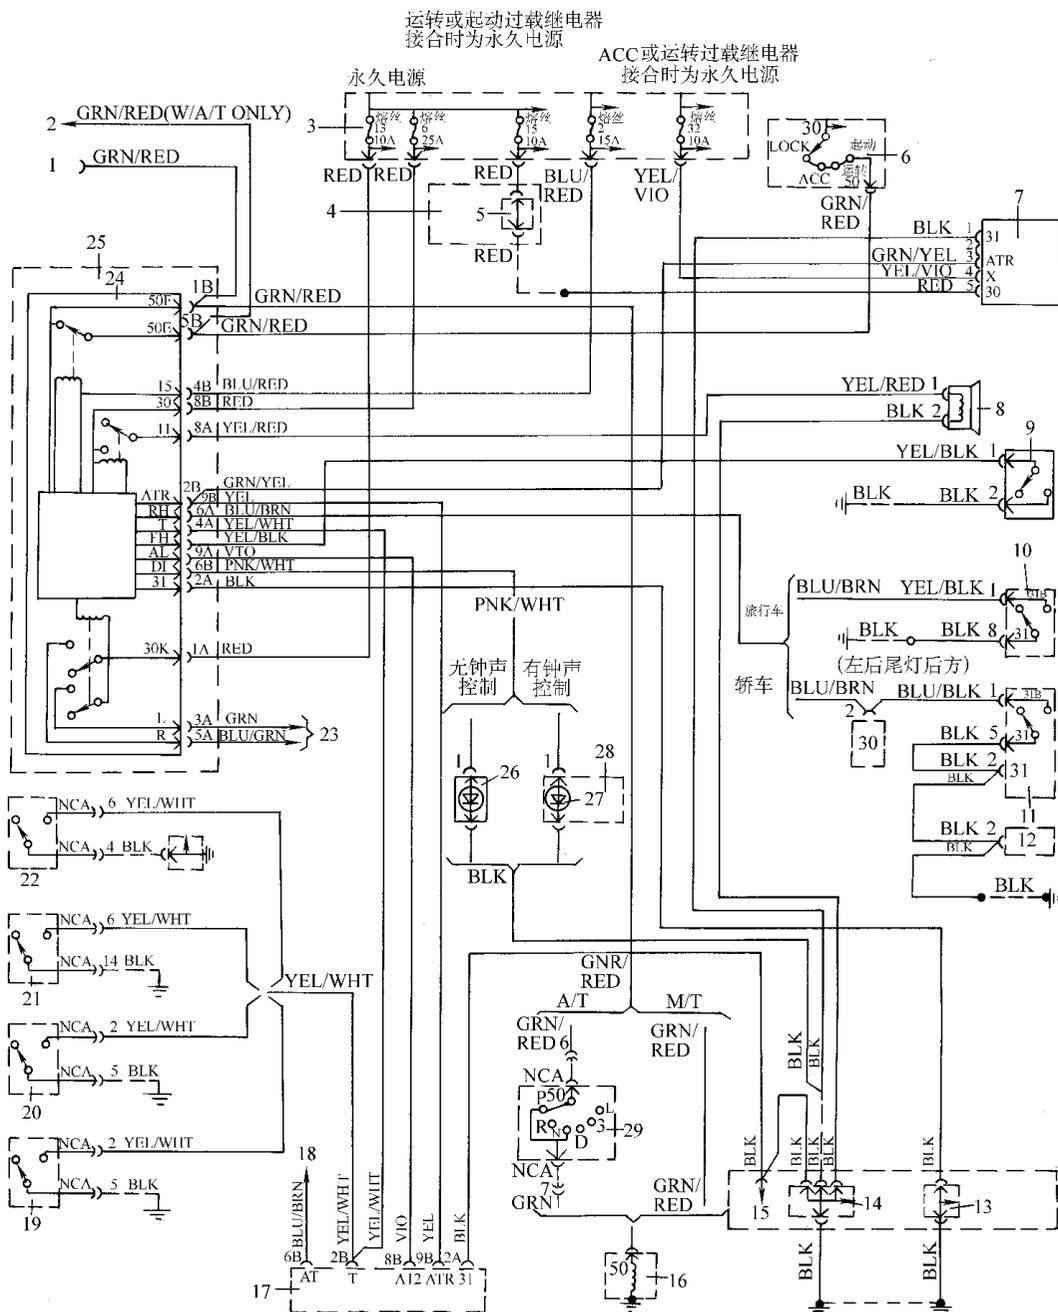
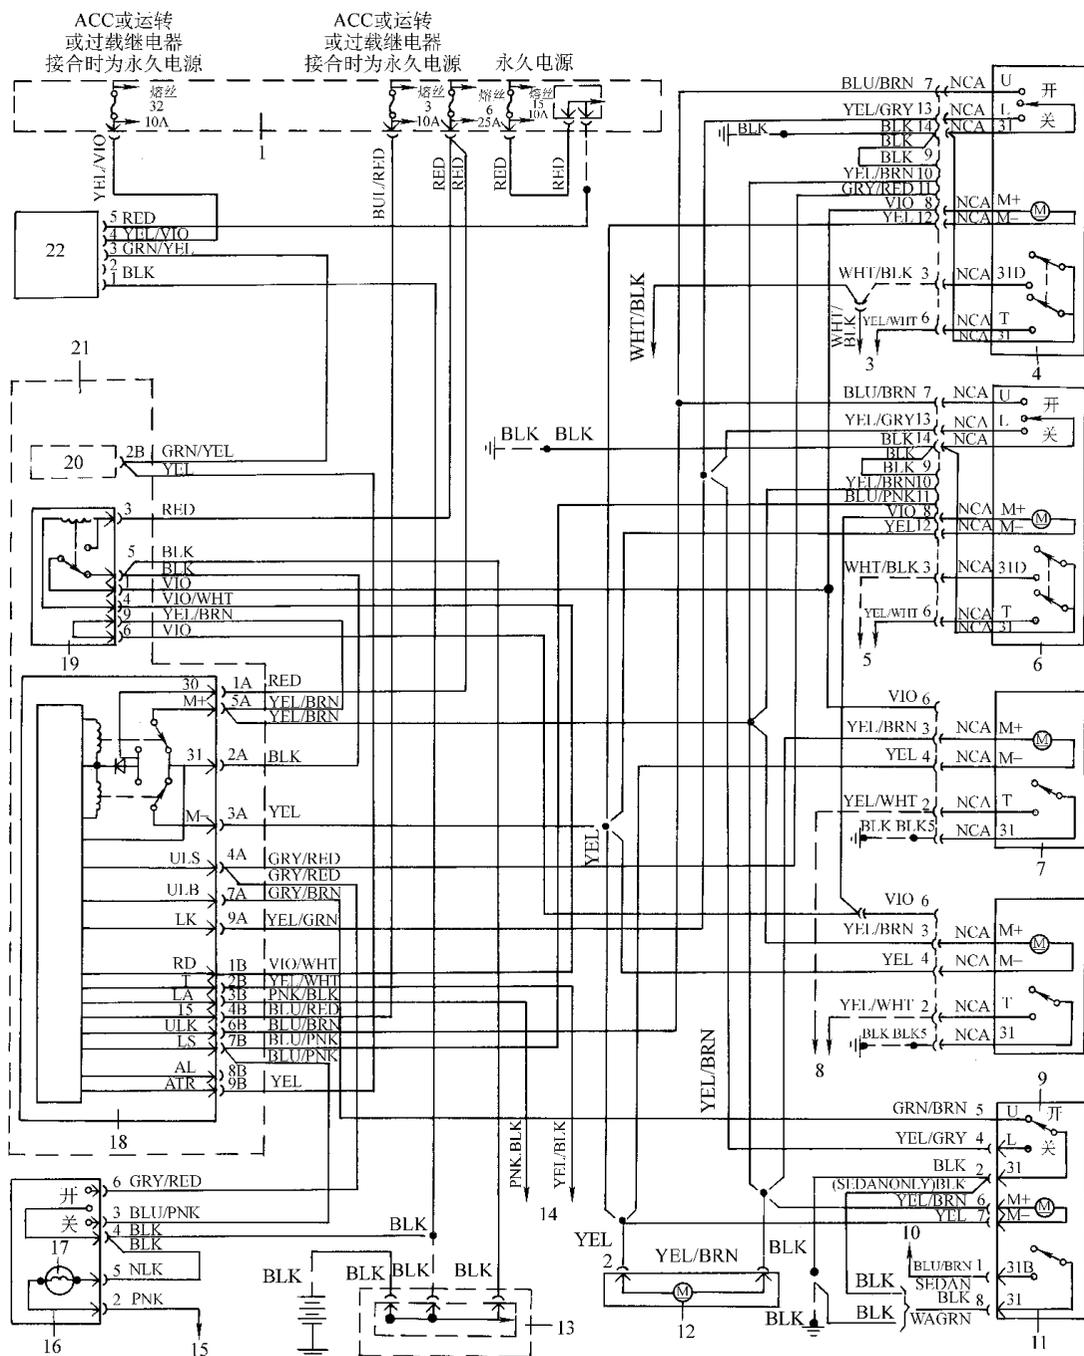
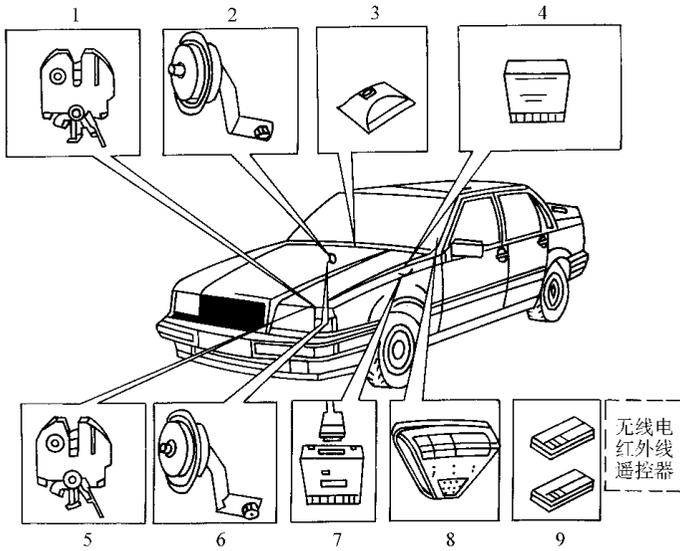
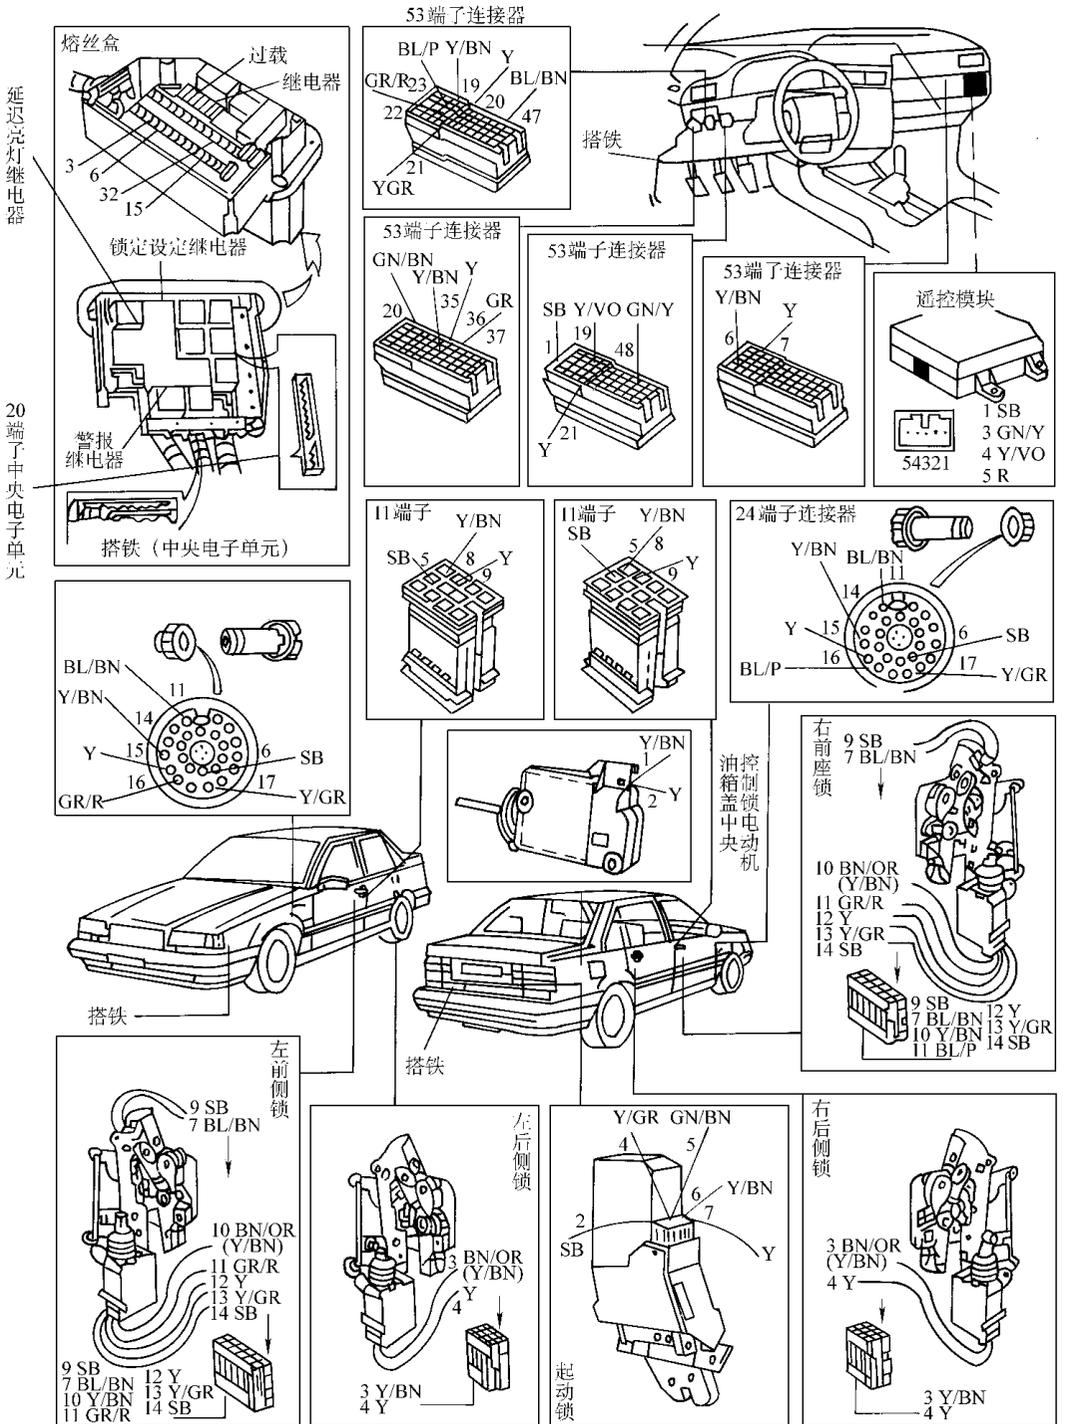

图 8-11 沃尔沃 850Base Model 防盗系统电路 (1995~1996 年车型)
图 8-15 沃尔沃 850 中控遥控及防盗系统电路 (1996 年车型)
图 8-16 沃尔沃 850 中央门锁及防盗系统部件位置
图 8-18 沃尔沃 850 防盗系统部件位置
(2) 沃尔沃 850 中央门锁和防盗系统电路如图 8-11 ~ 图 8-15 所示, 其部件位置如图 8-16 ~ 图 8-18 所示。